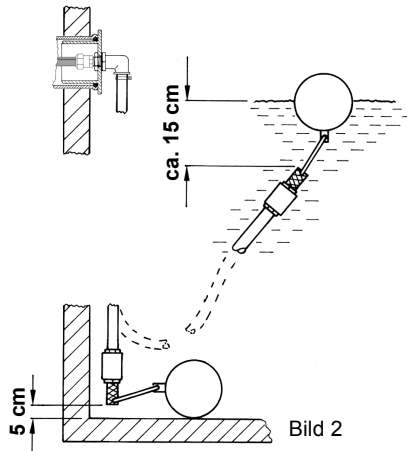

Bild 2
- Bei dem Typ TWIST muß bei senkrecht ausgerichteter Schwimmenden Entnahme 5 cm Freiraum unter dem Seiler sein, siehe Bild 2.
- i** • Bei gefülltem Auffangbehälter muß sich die Schwimmende Entnahme frei bewegen können und darf gegen keinerlei Hindernisse stoßen. Nutzen Sie hierbei den Drall des Schlauches aus. Die Wasserentnahme erfolgt ca. 15 cm unterhalb der Wasseroberfläche. Dadurch wird nur sauberstes Wasser Ihrer Regenwassernutzungsanlage zugeführt, siehe Bild 2 und 3.
- Den Schlauch der Schwimmenden-Entnahme mittels der Schlauchschele dicht und fest an der Schlauchtülle der 90° Tankdurchführung befestigen, siehe Bild 2.